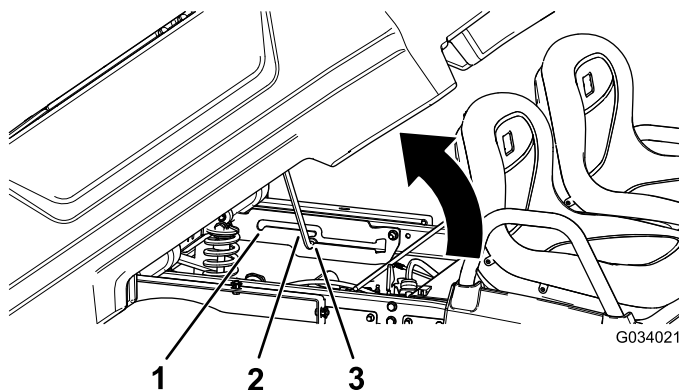

Figura 8
3. Puxe a barra de apoio para a ranhura de bloqueio da posição de descarga, fixando a plataforma numa posição de descarga (Figura 8).